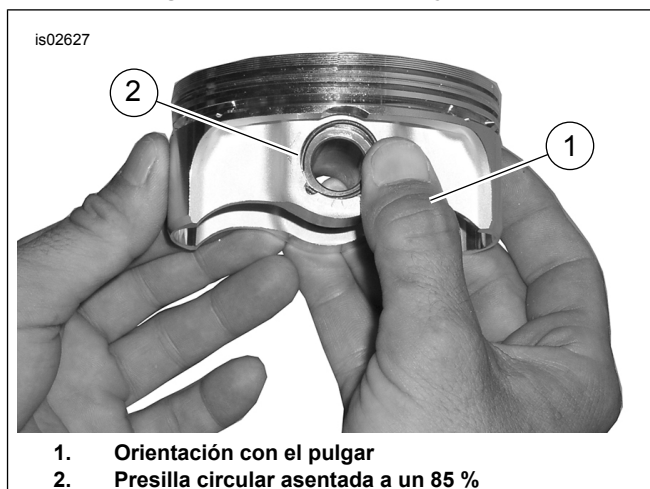

Figura 4. Instalación de la presilla circular
2. Ver Figura 4 . Coloque el pulgar (1) como se muestra. Presione firmemente hasta que aproximadamente el 85% de la presilla circular (2) esté asentada en la ranura.